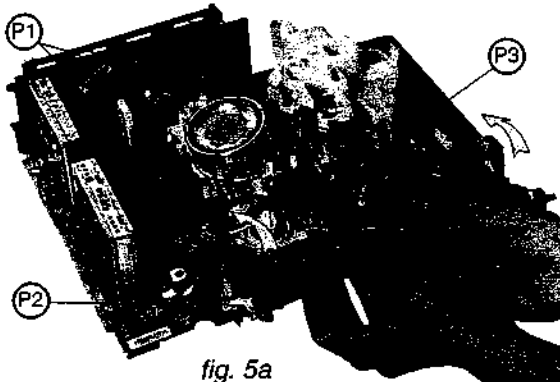

fig. 5a
WIEDEREINBAUEN:(Abb. 5a, 5b, 5c und 7)
- Die vorderen Ansätze des Kassettenträgers wie in Abb. 5a dargestellt einsetzen.
REFITTING:(fig. 5a , 5b,5c and 7)
- Move the pins at the front of the cassette holder as shown in figure 5a.